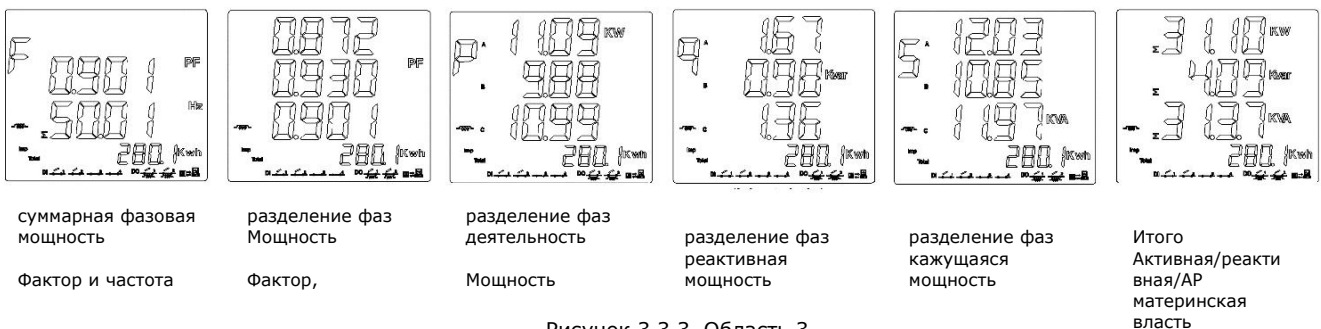

Рисунок 3.3.3. Область 3
* Обратите внимание, что при трехфазной трехпроводной линии он показывает только общий фазовый коэффициент мощности и частоту, общую активную мощность, общую реактивную мощность, общую кажущуюся мощность. См. Рис. 3.3.3